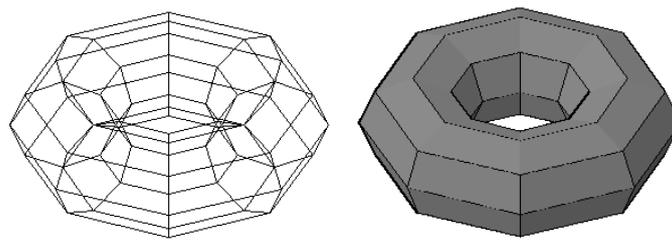

Рисунок 8.3
- выполнить построение сети в форме тора (рисунок 8.3):